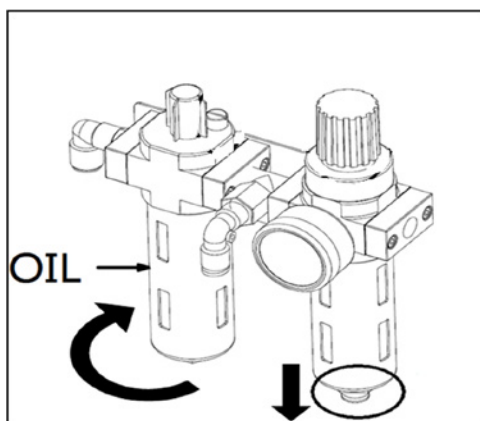

FIG37
- Kontroller og justér spændingen af drivremmen. Juster møtrikkerne ved position A og B (Fig37).